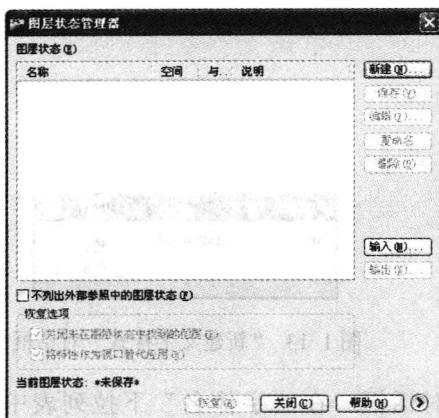

图 1-8 “图层状态管理器”对话框
- 单击“图层特性管理器”对话框中的“图层状态管理器”按钮，弹出如图 1-8 所